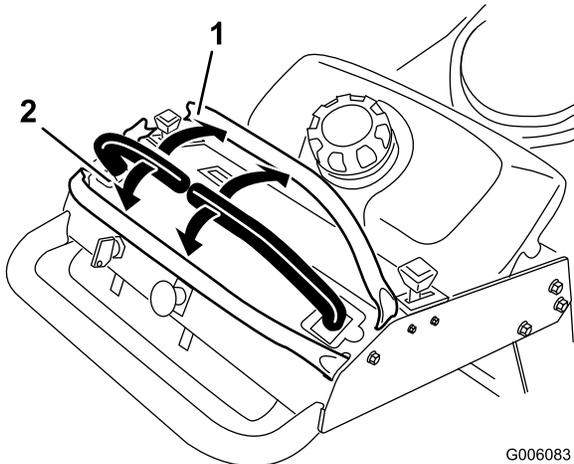

Figura 9
- Para ir hacia adelante, empuje lentamente las palancas de control de movimiento hacia adelante (Figura 9).
Para ir recto, aplique la misma presión a ambas palancas de control de movimiento (Figura 9).
Para girar, mueva la palanca de control de movimiento hacia punto muerto en el sentido en el que desea girar (Figura 9).
- Para ir hacia atrás, tire lentamente de las palancas de control de movimiento hacia atrás (Figura 9).
Para girar, deje de empujar la palanca de control de movimiento del lado al que desea girar (Figura 9).